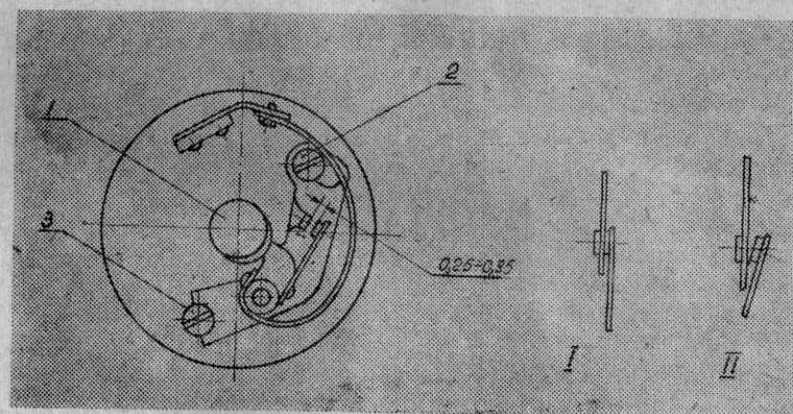

Рис. 3. Прерыватель магнето и способ зачистки контактов прерывателя напильником.
в) провертывая коленчатый вал двигателя с помощью пусковой рукоятки, поставить кулачок прерывателя (1) (см. рис. 3) так, чтобы между контактами образовался наибольший зазор;